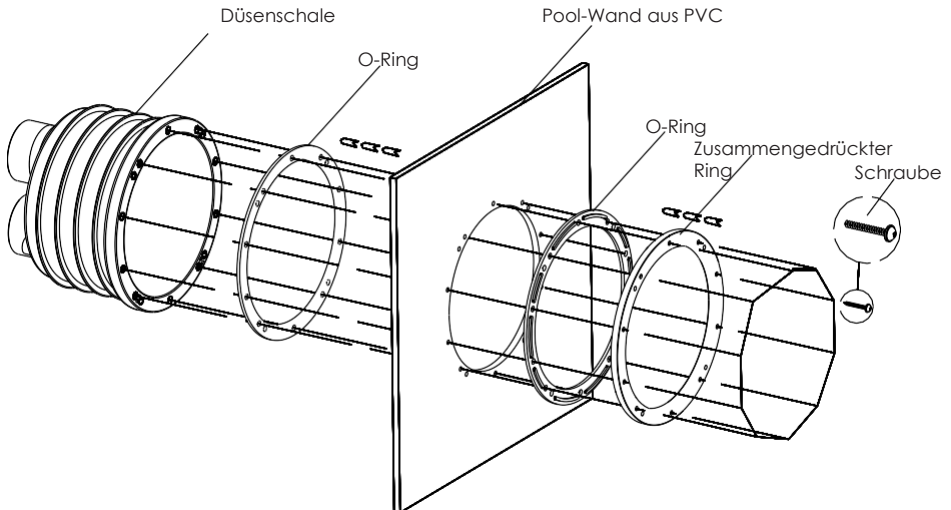

Abb. 4
- h) Bringen Sie die Außenschale, Kunststoffring, in der richtigen Reihenfolge an der Pool-Wand an (Abb. 4).